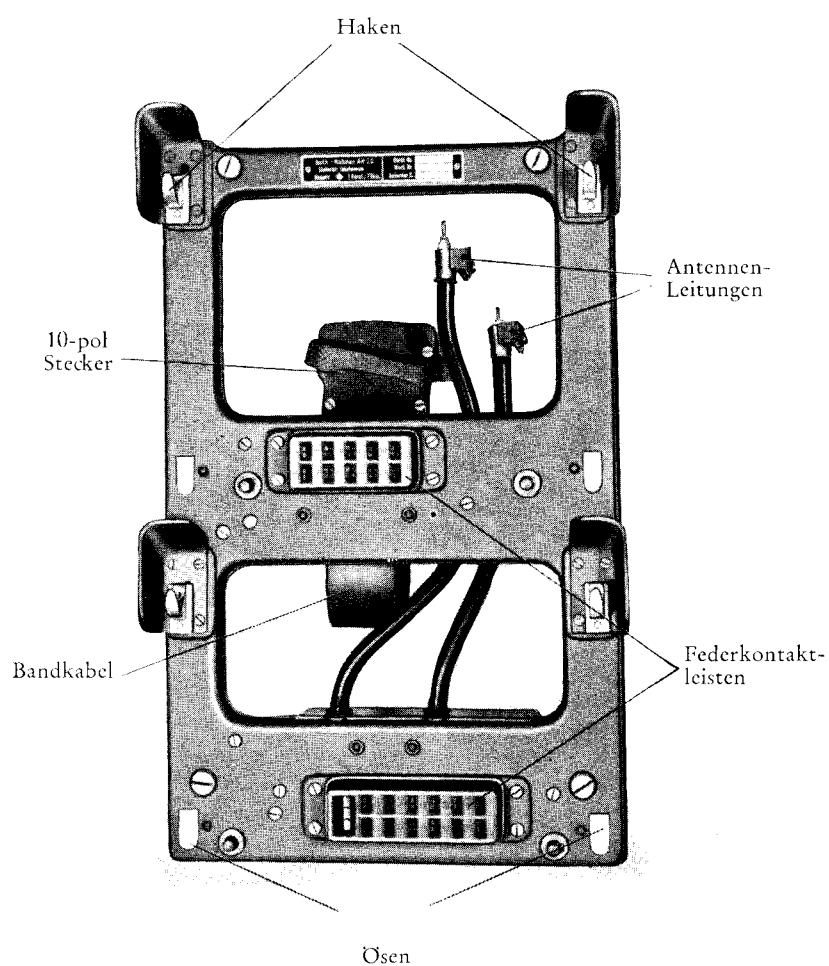

Abb. 8. Vorderansicht des Aufhängerrahmens
**Ausführung** (s. Abb. 8 und 9): Rechteckiger, durchbrochener Rahmen mit 4 Schwingmetall-Puffern zur Befestigung an der Wand. Zwei Federkontaktleisten für den Tongeber (oben) und das Ende-Empfangsgerät (unten). Zehnpoliges Bandkabel mit Stecker; abgeschirmte Antennenleitungen.